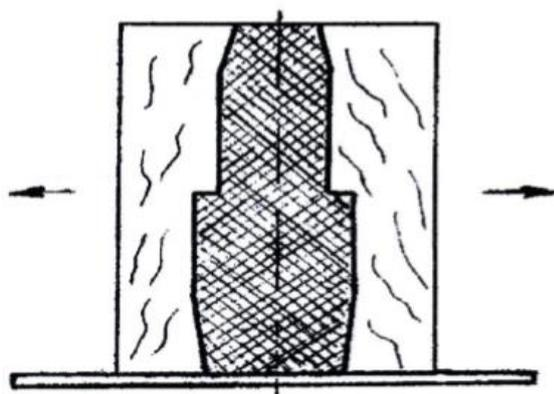

Рисунок 3. Стержневой ящик разъемный
**Стержневой ящик** – приспособление (рисунок. 3) для изготовления стержней, которые применяют для получения в отливках отверстий и полостей.